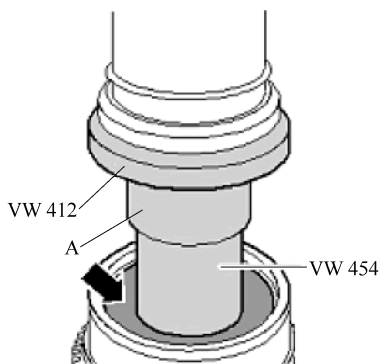

图 8-3-6 压入深沟球轴承操作
5) 压入深沟球轴承, 如图 8-3-6 所示。将带橡胶环(箭头)的深沟球轴承压块(VW454)的凸肩(A)朝向压杆(VW412), 然后安装深沟球轴承的卡环。